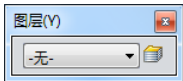

图 8-43 “图层”工具栏
- 01 新建工程图，在菜单栏中选择“视图”→“工具栏”→“图层”命令，打开“图层”工具栏，如图 8-43 所示。